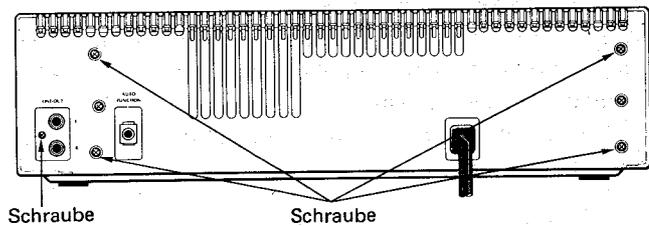

Abb. 1
1) An der Rückwand 5 Schrauben entfernen. (Siehe Abbildung 1).